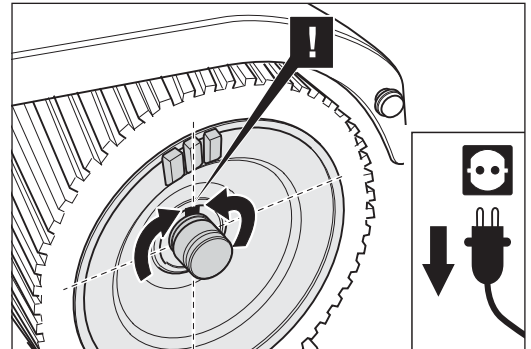

Abb. 49 Die Schleifwalze so weit drehen, bis die Passfedernut nach oben zeigt. So kann die Passfeder nicht aus der Welle fallen.
- 6 Drehen Sie die Schleifwalze so weit, bis die Passfedernut nach oben zeigt. So kann die Passfeder nicht aus der Welle fallen (Abb. 49). Ziehen Sie nun die Schleifwalze seitlich aus dem Gehäuse.